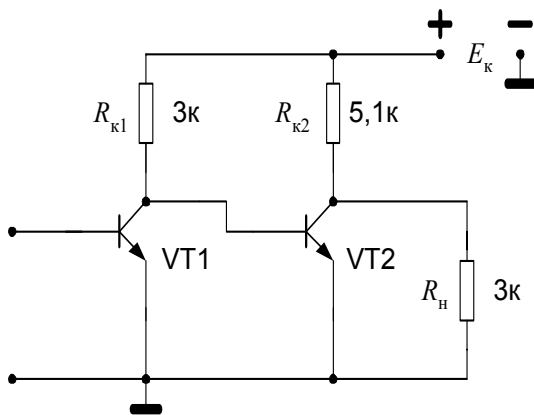

Рис. 28. Схема двухкаскадного усилителя
5. Рассчитать основные параметры усилителя, схема которого приведена на рис. 28.